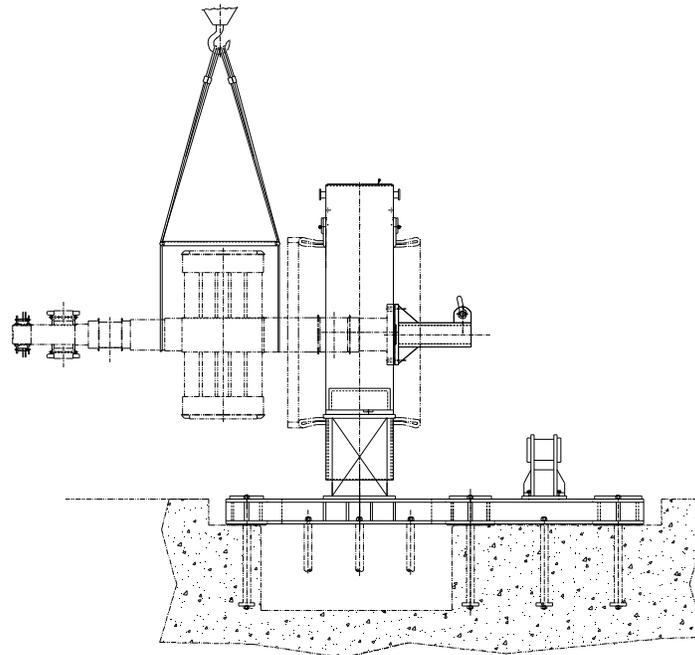
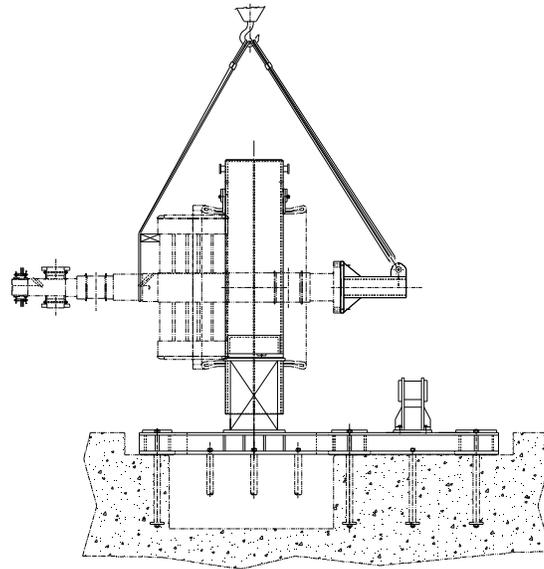
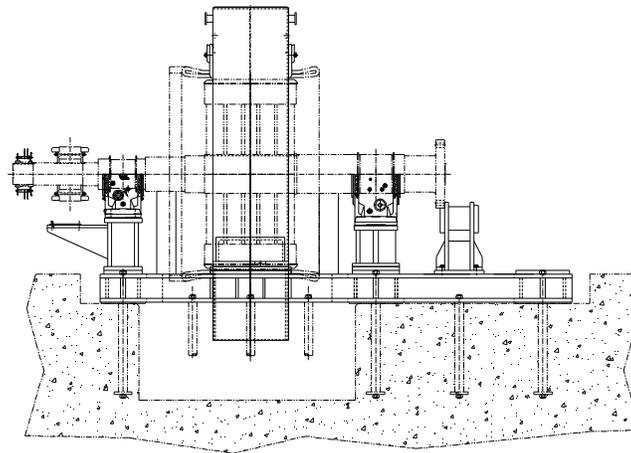

Figura 10 - Inserção do rotor no estator
Figura 11 - Inserção do rotor no estator utilizando o extensor
Figura 12 - Conjunto rotor e estator fixado na base
A. Forma mais comum de montagem, onde o estator é içado separadamente do rotor. Neste caso o estator deve ser posicionado sobre blocos na base a uma altura tal que o rotor possa ser inserido através dele. O mancal de pedestal, na extremidade em que a inserção é feita, é usualmente removido da base para facilitar o procedimento de inserção. O rotor é então inserido e fixado de modo que não fique apoiado sobre o estator (Figura 10, Figura 11). Agora o estator e o rotor são alternadamente e separadamente baixados em pequenos passos, cada passo aproximadamente igual ao dobro do entreferro, sobre a base e os mancais (Figura 12).